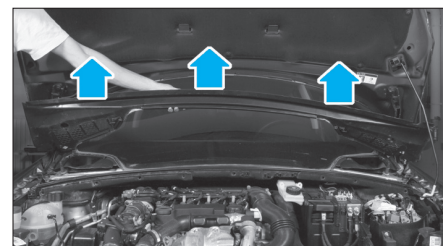

Fig. 95
• Extraire la grille d'auvent (4) (Fig.95).